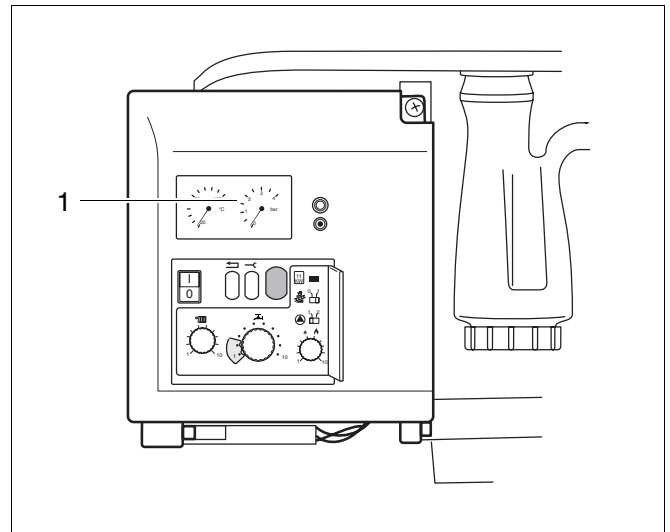

Abb. 19 Druckanzeige
- Wasserhahn öffnen und Anlage bis zu einem Druck von 1,0 – 1,2 bar (Abb. 19, Pos. 1) befüllen. Der optimale Fülldruck beträgt 1,0 bar.